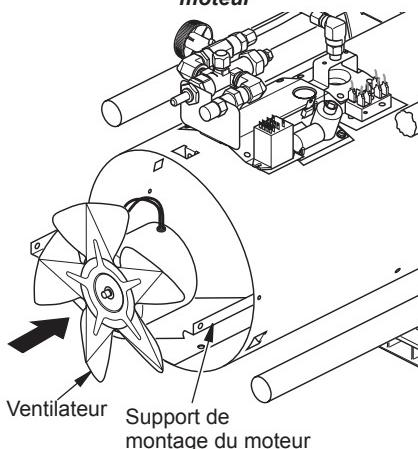

Figure 8 - Ventilateur et moteur
8. Retournez le moteur et le ventilateur. Placez le moteur et le ventilateur dans l'habillage par l'arrière. *Remarque :* le moteur ira dans l'habillage en premier (voir figure 8).
9. Alignez les trous de montage arrière de l'habillage avec le premier trou sur chaque côté du support de montage du moteur (voir figure 8). *Remarque :* quand les trous sont alignés, le ventilateur doit être en dehors de l'habillage.